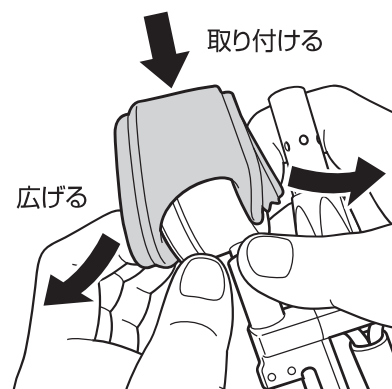

図 69 ゴムカバーを取り付ける
2. ゴムカバーのスリットを広げて取り付ける。(図 69 参照)